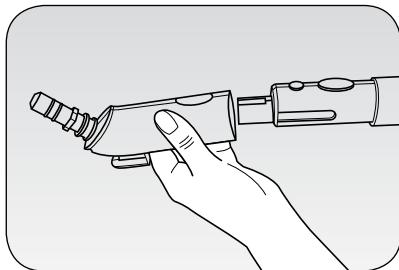

Fig. 7
Dieses Zubehörteil ist mit dem zugehörigen Adapter (13) (Abb. 7) an den Verlängerungsrohren (9) anzubringen und ist mit praktischen Klammern ausgestattet, mit denen neben dem mitgelieferten Tuch (7) auch alle waschmaschinenfesten Putztücher befestigt werden können.